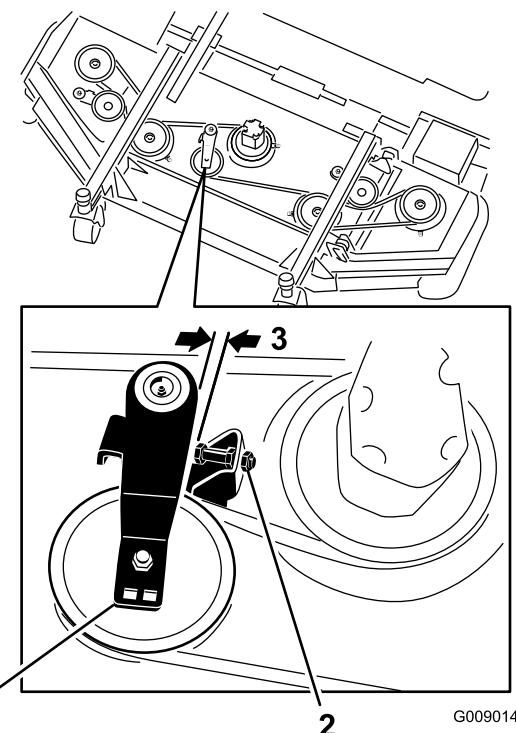

Bild 93
3. Lösen Sie am Frontmähwerk in der Mitte die Klemmmuttern an der Anschlagschraube der Spannscheibe und drehen die Anschlagschraube in die Halterung (Bild 93).
4. Schieben Sie jede Spannscheibe des Seitenmähwerks mit einem Ratschenschlüssel oder einem ähnlichen Werkzeug vom Treibriemen, um die Spannung zu lösen, und lassen Sie den Riemen von der Spannscheibe des Seitenmähwerks rutschen (Bild 93).